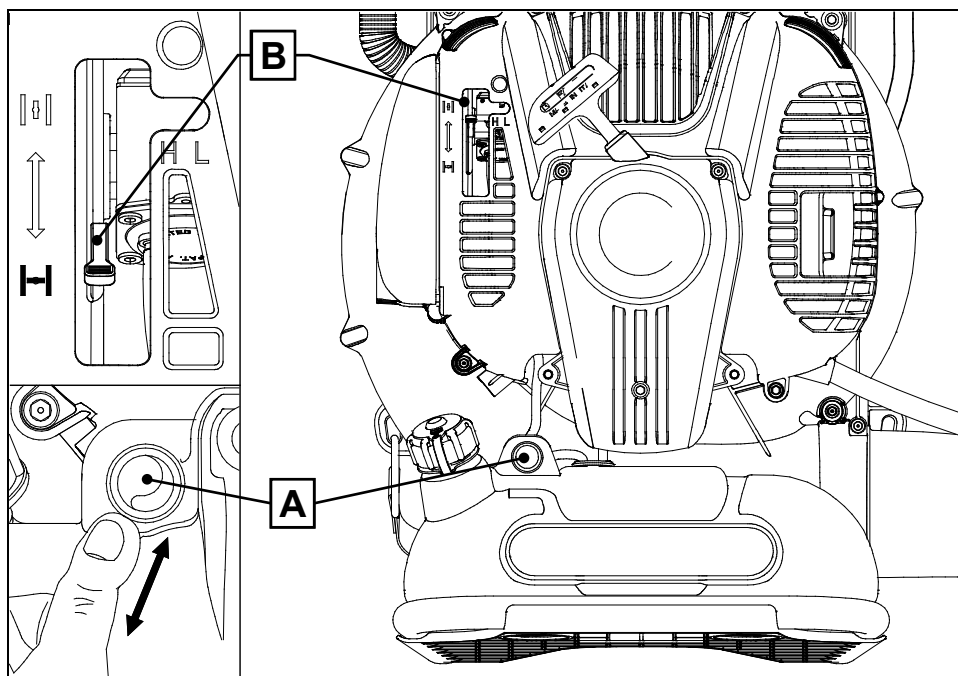

Рисунок 13 - Управление карбюратором
На Рисунок 13 показаны головка А и рычаг дросселя В, необходимые для пуска двигателя.
- Нажмите глубоко, но медленно, на праймер подкачки топлива А 10 раз (Рисунок 13).
- Установите в нижнее положение дроссельный рычаг В до щелчка (Рисунок 13).
- Нажмите глубоко, но медленно, головку А 10 раз (Рисунок 13).